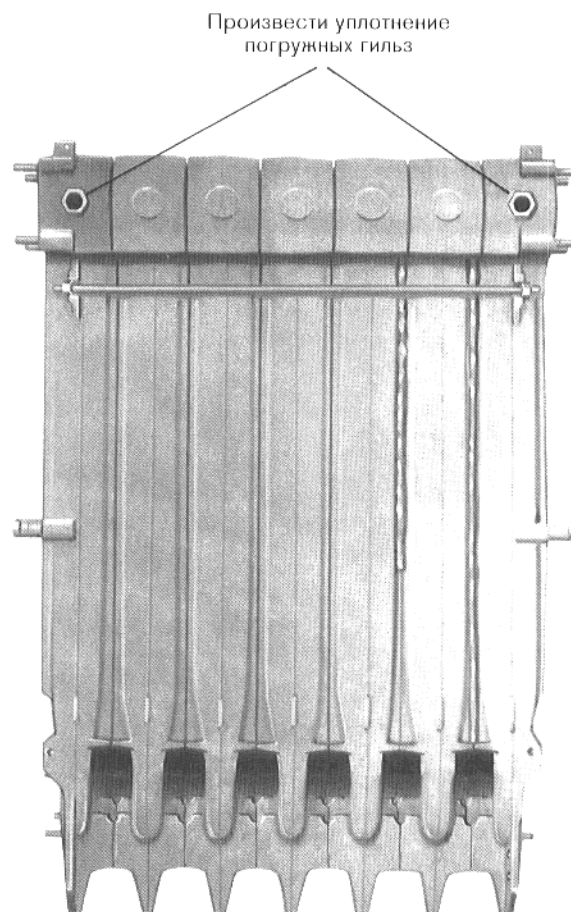

Рис. 11
Перед испытанием на герметичность необходимо произвести уплотнение погружных гильз (рис. 11). При монтаже посторонних приборов погружную гильзу должен обеспечить заказчик.
**Погружные гильзы следует всегда уплотнять на передней стороне концевых элементов (см. рис. 11).**
**После испытания на герметичность** произвести уплотнение котла при помощи шпатлевки для распыления (мешочек для распыления) и равномерно размазать кисточкой по шву (рис. 11). Произвести монтаж водопроводов. **Учитывать при этом необходимое для монтажа газовой горелки (арматур) место (см. 4. Установна).**